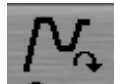

Abb. 18 Biometra TOne Bildschirm mit Programmvorlagen
4. Es öffnet sich ein Bildschirm mit Programmvorlagen (siehe Abb. 18). Verwenden Sie die Pfeiltasten
Die Programmstruktur kann in der Programmvorschau kontrolliert werden (siehe Abb. 18). Wird eine Vorlage ausgewählt, werden die Programmschritte und einige zusätzliche Informationen in tabellarischer Form angezeigt. Mittels der Programmvorschau können Vorlagen vor dem Öffnen überprüft werden.